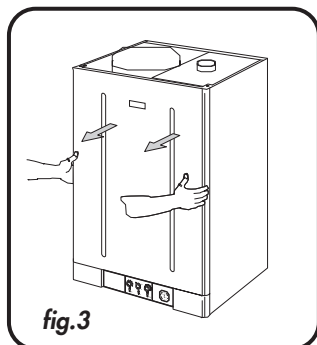

fig.3
- Quiten el envoltorio (fig.3)